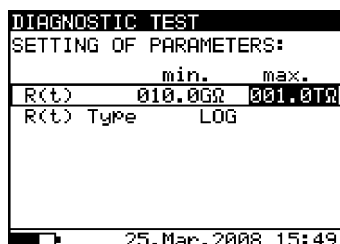

Рис. 21. Меню настроек функции R(t)
- Нажмите клавишу **SELECT** для установки параметров **Graph R(t)**, как показано на **Рис. 21**. Нажмите клавишу **ESC** для возврата в меню общих настроек режима диагностической проверки.